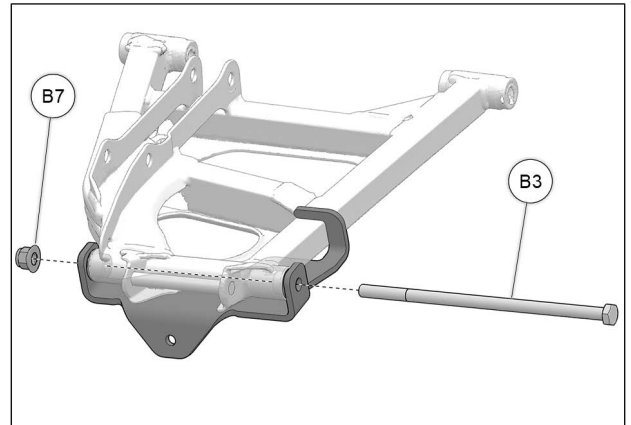

Fig. 7
7. Insérer un boulon M12x260mm (B4) à travers l'ancrage, les bagues, le bras de suspension. Fixer l'ancrage avec l'écrou M12 (B7) fourni. Serrer à un couple 90 Nm [66 lb•pi]. Voir la Fig. 7